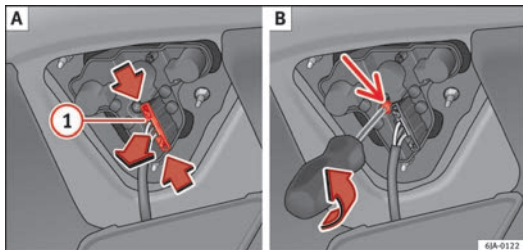

Fig. 163 Desmontar o porta-lâmpadas
- Aceda aos farolins desligando o conector (1) ⇒ Fig. 163 [A] e desapertando o porta-lâmpadas ⇒ Fig. 163 [B]. Tenha cuidado para não perder o parafuso de fixação do porta-lâmpadas.